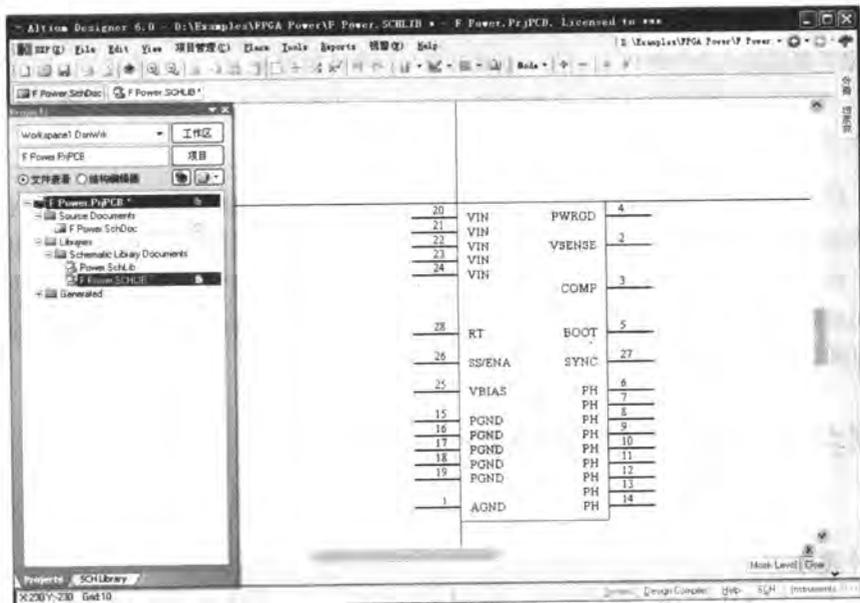

图 5-40 创建了项目元器件库
- [3] 单击 按钮确认，则系统自动切换到原理图库文件编辑环境中，如图 5-40 所示。